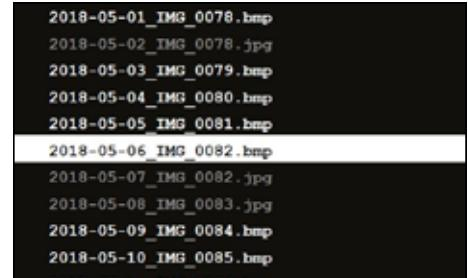

Abb. 21
- ⇒ In Split Screen Hauptmenü (Abb. 20) oder Untermenü Split Screen (Abb. 21) den USB-Stick anwählen.
- ⇒ Im Untermenü Split Screen (Abb. 21) den Eintrag Screen Shot auswählen.